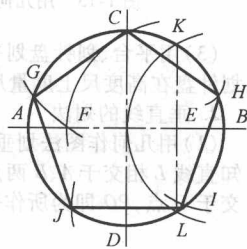

图 1-24 正五边形的划法
(3)在已知圆内划正五边形(图 1-24) 在圆内划互相垂直的中心线,与圆周相交于 A 、 B 、 C 、 D 四点;以 B 为圆心,以圆的半径为半径划弧,交圆周于 K 、 L 两点,连接 KL 与直径交于 E 点;以 E 为圆心, CE 为半径划圆弧,与直径相交于 F 点,则 CF 的长即为所求五边形的边长。以 C 点为起点, CF 的长度为半径,依次在圆周上划等分点 G 、 H 、 I 、 J ,则 C 、 G 、 H 、 I 、 J 就是正五边形的五个顶点。依次连接各点,即可得正五边形。